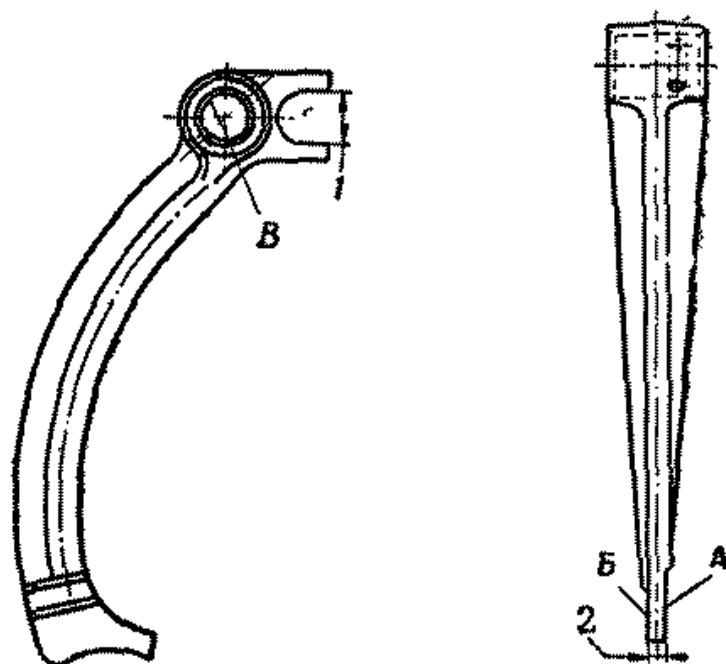

Рис. 120. Вилка включения заднего хода
9. Вилка включения заднего хода (рис. 120)